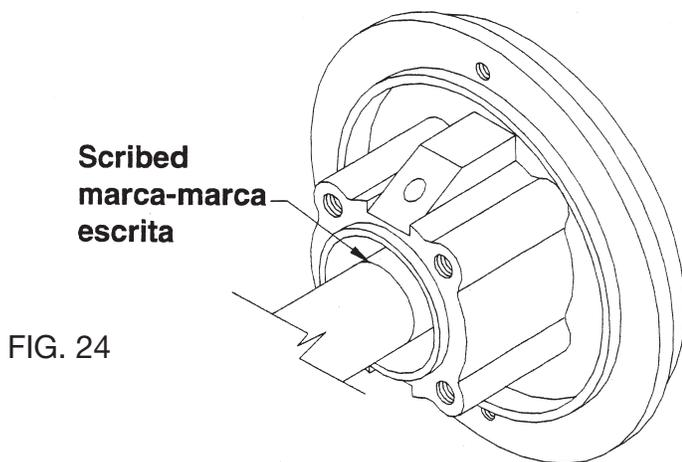

FIG. 24
1. Coloree la manga del eje azul (16). Escriba una marca a la cara de la placa de vastago para usarla por instalación de sello mecánico. (Fig. 24)